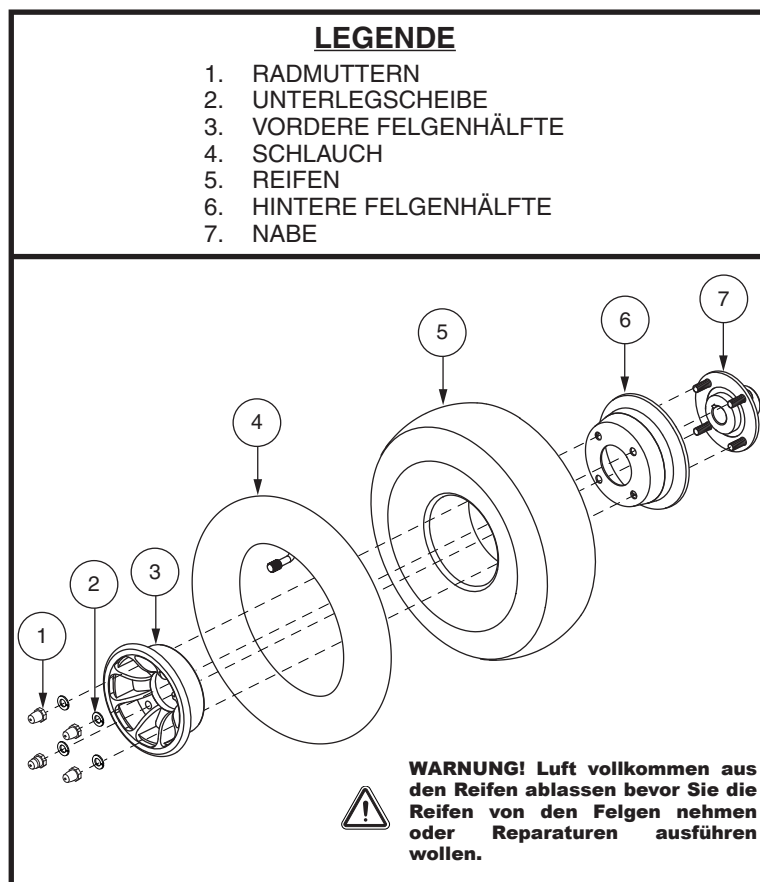

Abb. 26. Luftreifen anbringen/abnehmen
6. Entfernen Sie die Radmutter und Unterlegscheiben und trennen die beiden Felgenhälften voneinander. **Siehe Abb. 26.**
7. Entfernen Sie den alten Schlauch aus dem Reifen und ersetzen ihn durch einen neuen Schlauch. **Siehe Abb. 26.**